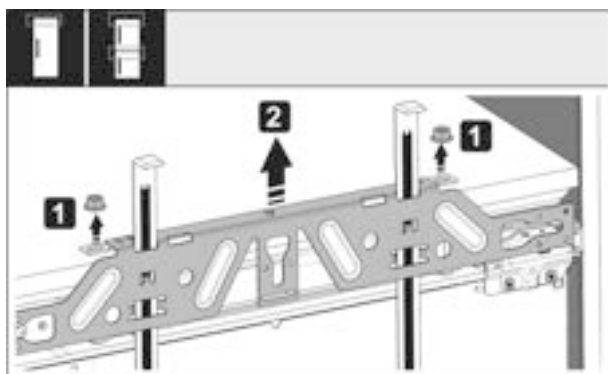

Fig. 58
- Loosen locknuts Fig. 58 (1).
- Remove crosspiece Fig. 58 (2).